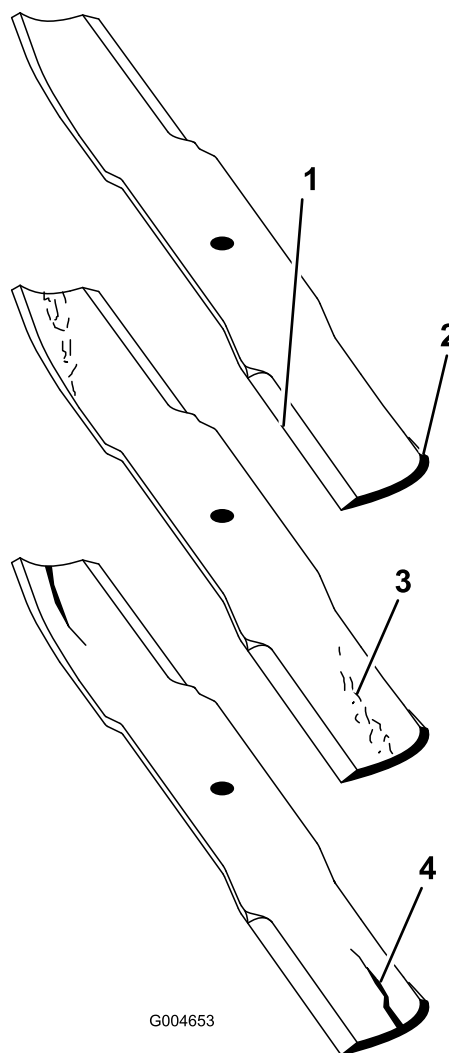

Figura 118
2. Examine cuidadosamente los extremos de corte de la cuchilla, sobre todo en el punto de reunión entre la parte plana y la parte curva de la cuchilla (Figura 118).
Nota: Puesto que la arena y cualquier material abrasivo pueden desgastar el metal que conecta las partes curva y plana de la cuchilla, compruebe la cuchilla antes de utilizar el cortacésped. Si se aprecia desgaste (Figura 118), cambie la cuchilla.